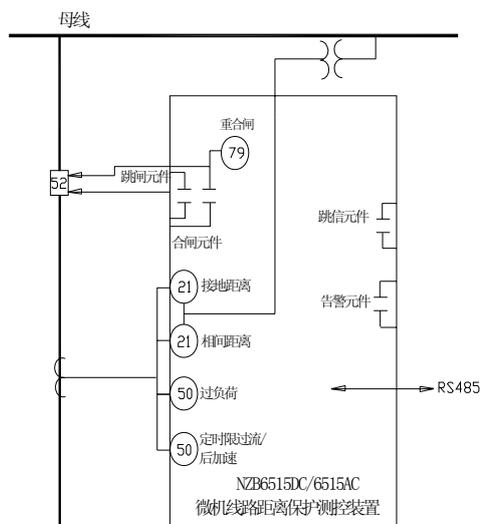

图 5: NZB6515DC/ NZB6515AC 功能配置图
**1.3.5 Nzb6515DC/ Nzb6515AC微机线路距离保护装置，功能配置见图5**